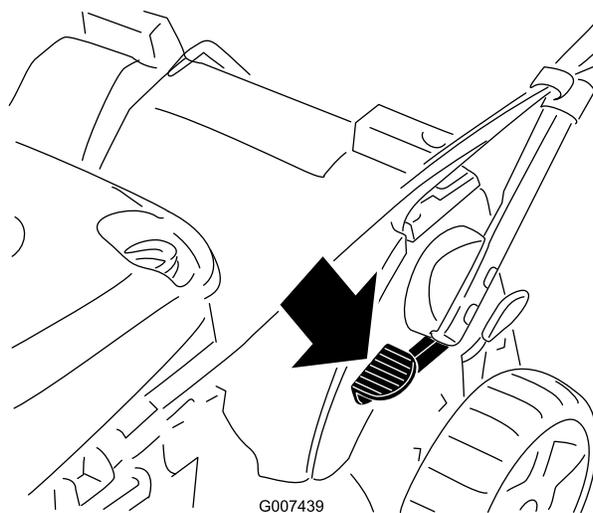

Рисунок 47
1. Нажмите на педаль и удерживайте ее в нажатом положении (Рисунок 47).